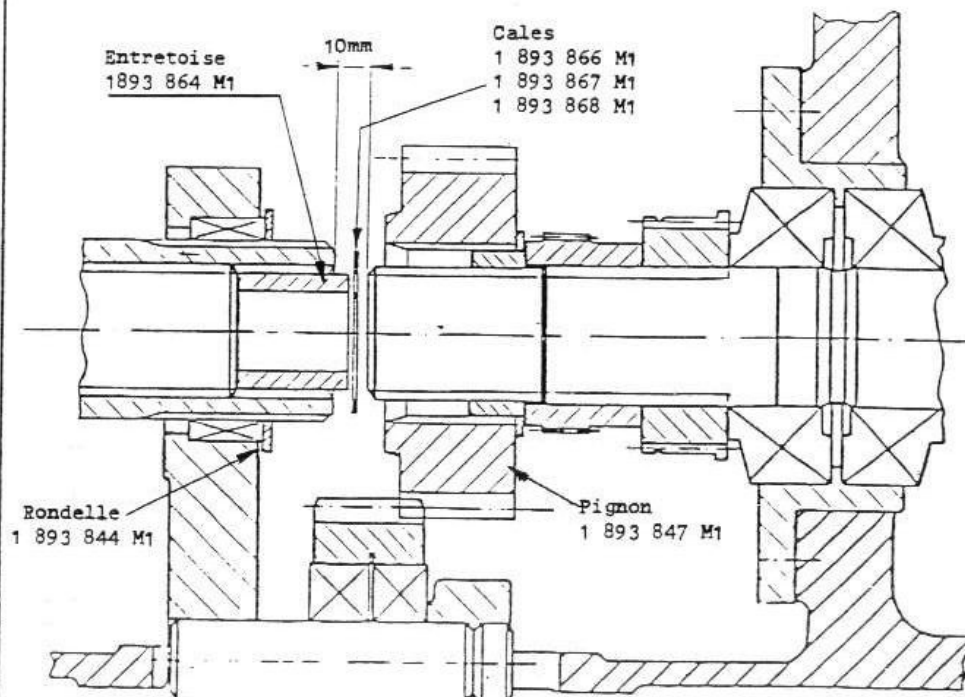

Fig.12
- Mettre en place les cales d'épaisseur (1893866/867/868 M1) dans l'espace (E). Pour cette opération il est nécessaire de retirer le circlip 390542 X1, de déplacer le pignon vers l'arrière et de reculer l'arbre jusqu'à obtention d'un espace suffisant (10 mm). Voir fig. 12.